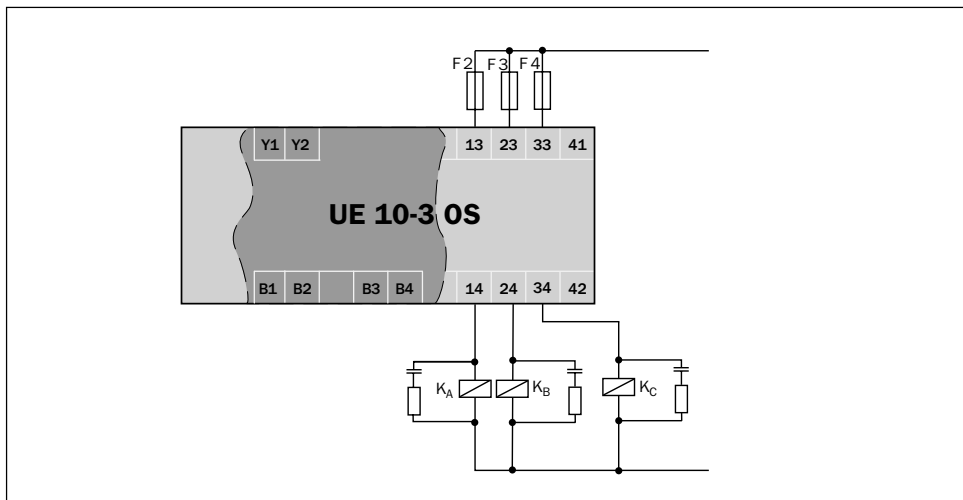

Fig. 2 : Schéma de base UE 10-3 OS:
- Pour prévenir le collage par soudure électrique des contacts du relais, prévoir le montage d'une protection (de classe gG) de sécurité contre les surintensités, courant maxi 6 A en série avec circuit (cf. fig. 2, fusibles de contacts de commande F2 / F3 / F4).